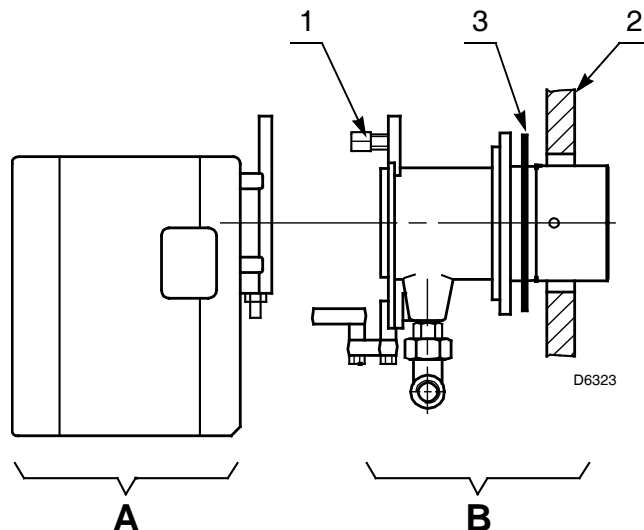

图 10
- 移开螺母1)及A)部分(图10)后,将燃烧头组件与燃烧器分离。
- 在B)部分(图10)安装上绝热垫3)后与锅炉挡板 2) 紧固连接。